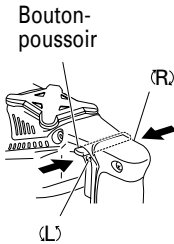

Fig. 6
- Vérifiez la direction de rotation de la mèche (Fig. 6)